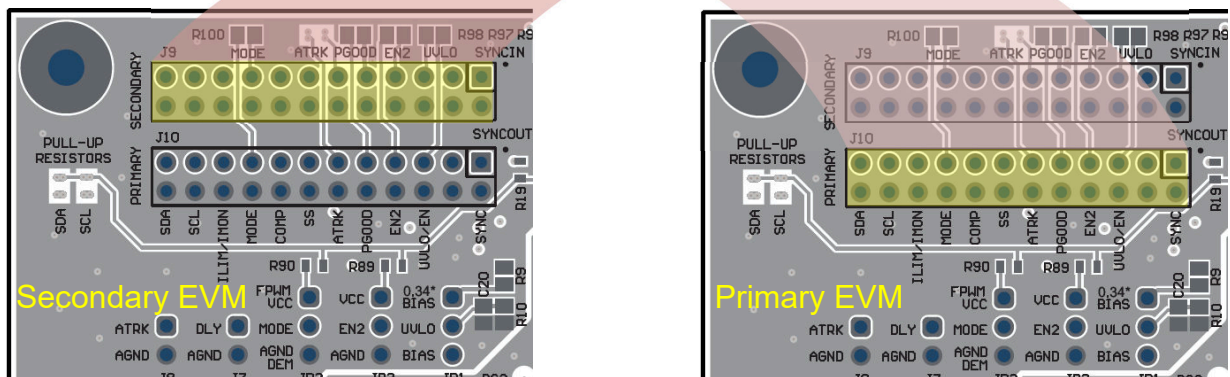

図 4-2. 1 次側評価基板と 2 次側評価基板をリボンケーブルで接続します
- 1 次側評価基板の J10 と 2 次側評価基板の J9 をリボンケーブルで接続します。図 4-2 を参照してください。